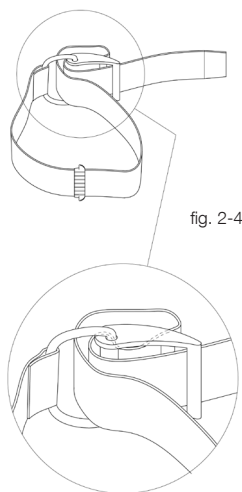

fig. 2-4
- 1) Faites tourner la boucle jusqu'à ce qu'elle s'enclenche en position ouverte. Glissez la sangle autour de la boucle en plastique comme indiqué sur le schéma (fig. 2-4), humidifiez la sangle avant de la positionner et de la fixer sur la bouteille, et réglez sa longueur (fig. 2-7).